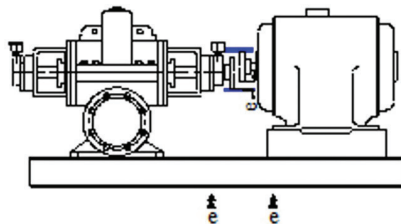
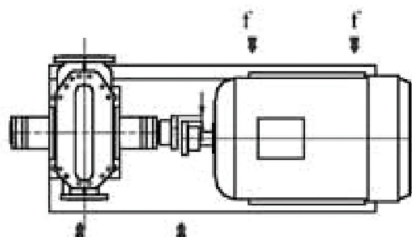

Рисунок 4: Ошибка параллельного расхождения в вертикальной плоскости и ее исправление
Рисунок 6: Ошибка параллельного расхождения в горизонтальной плоскости и ее исправление
1. Несовпадение параллельных осей (рис. 4 – рис. 6)